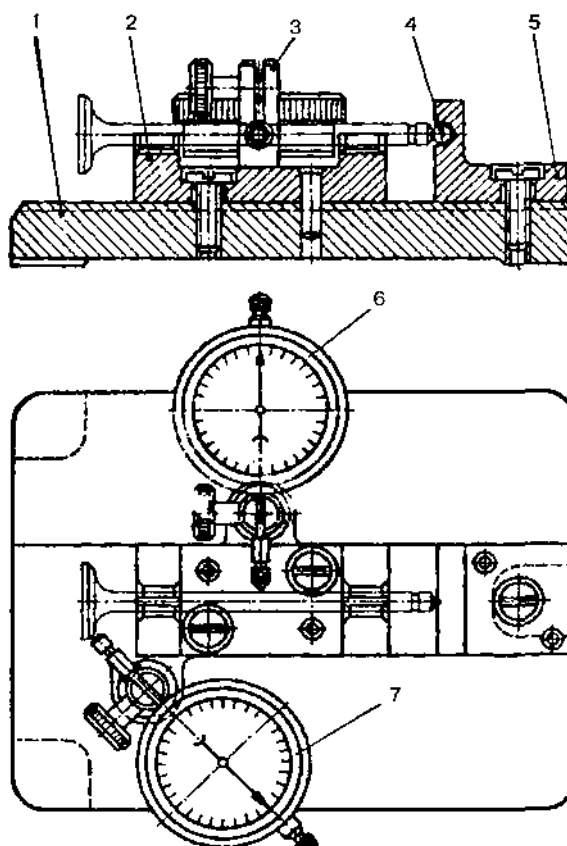

Рис. 2.14.1. Проверка клапана на concentricity рабочей фаски головки и стержня:
6. Проверить concentricity рабочей фаски клапана относительно его стержня на приспособлении с индикаторными головками. Взаимное биение поверхности фаски и стержня клапана должно быть не более 0,050 мм (рис. 2.14.1).